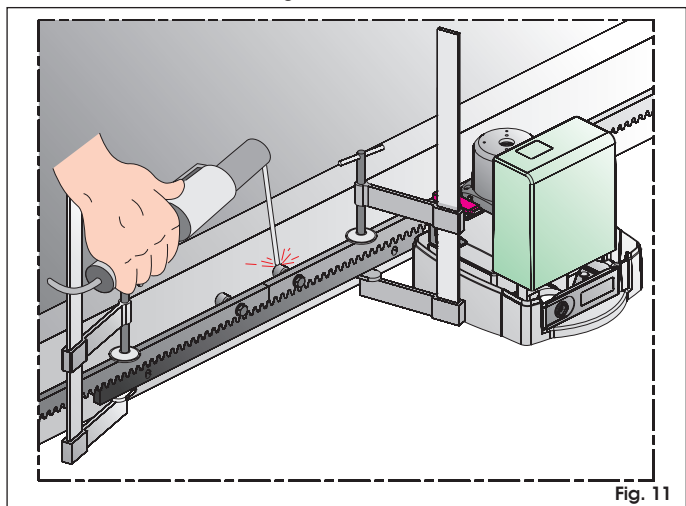

Fig. 11
8. Zet een ander element van de tandheugel naast het laatste bevestigde element, en gebruik daarbij een stuk van de tandheugel om de tanden van de twee elementen op elkaar af te stemmen (fig. 11).
9. Schuif de vleugel langzaam met de hand verder dicht tot hij met het derde afstandsstuk van het te bevestigen element bij het rondsel komt (fig. 11).